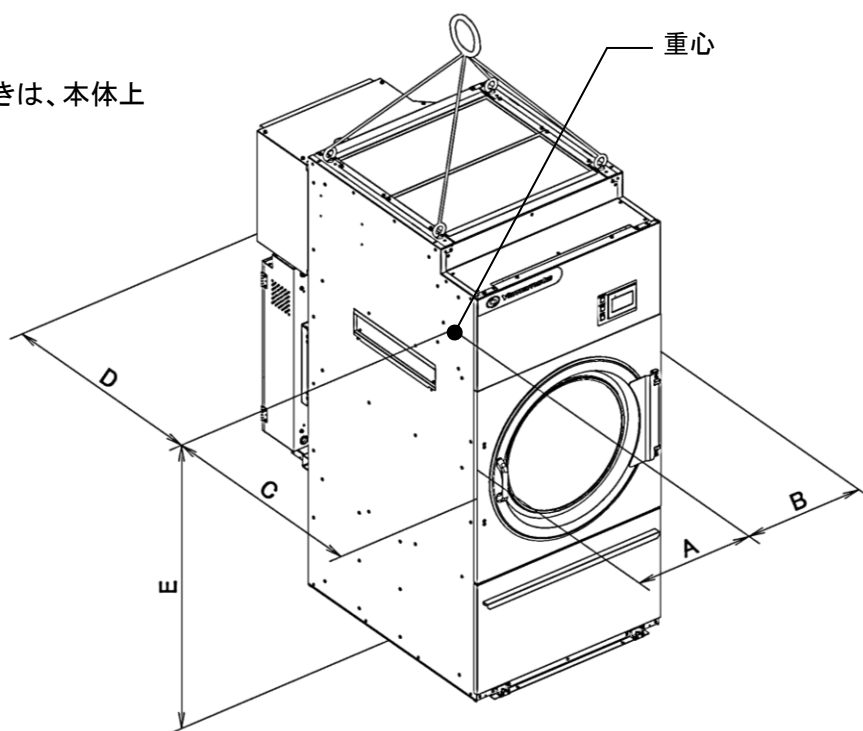

図 3-1
- 3) クレーン等で機械を吊り上げるときは、本体上部（図 3-1）の 4ヶ所に必ずフックを掛けて吊り上げます。
- 4) 重量と重心（図 3-1）